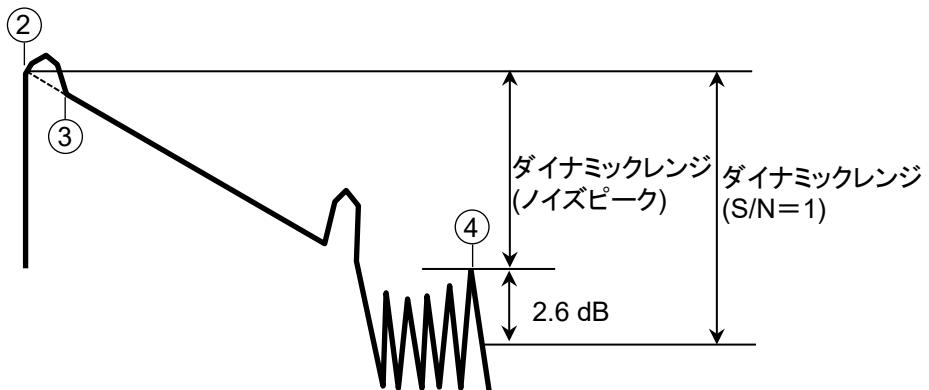

図 15.3.3-2 ダイナミックレンジの測定
20. マーカを図 15.3.3-2 で示す位置に置きます。
- (②)トレースグラフの左端
- (③)アクセスマスタの光コネクタ
- (④)ノイズのピーク